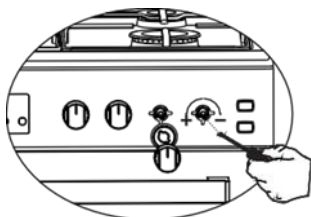

Figura 5
3. Use un destornillador de tamaño adecuado para ajustar el tornillo de ajuste de la tasa de flujo. Para GLP, gire el tornillo en el sentido de las agujas del reloj. Para el gas natural, debe girar el tornillo hacia la izquierda una vez. (Figura 5) "La longitud normal de una llama recta en la posición reducida debe ser de 6-7 mm". Si la llama es más alta de lo normal, gire el tornillo en el sentido de las agujas del reloj. Si es más pequeña, gírela en sentido antihorario.